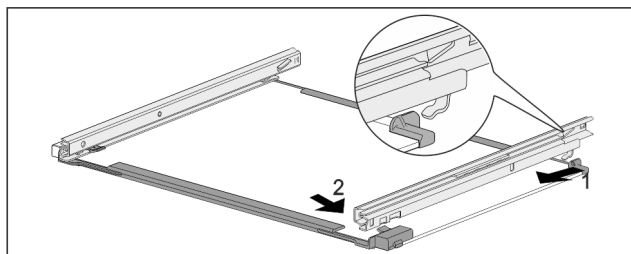

Fig. 71 Стеклопластина с направляющими
- ▶ Зацепите направляющую сзади. Fig. 71 (1)
- ▶ Защелкните направляющую спереди. Fig. 71 (2)